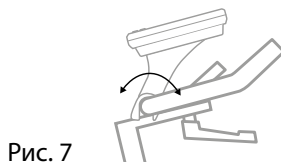
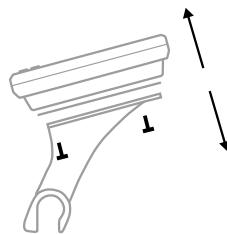

Рис. 7
Рис. 20
4. Отрегулируйте угол наклона консоли в соответствии со своими предпочтениями (см. рис. 7).
1.Снимите консоль с поручня, открутив три соединительных винта в ее задней части (см. рис. 20). Если нет доступа к трем винтам, ослабьте 2 винта, соединяющих крепление с поручнем и измените угол наклона крепления таким образом, чтобы можно было легко добраться до трех винтов в задней части (см. рис. 7 и 8 на стр. 7).